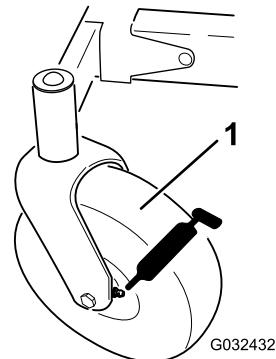
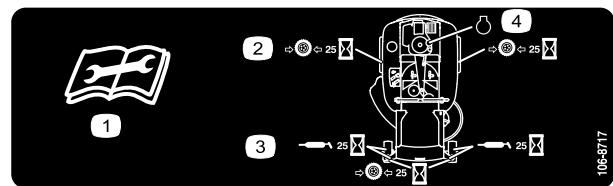

図 38
図 39
3. グリスニップルをウェスできれいに拭く図 38と図 39。
4. ニップルにグリスガンを接続する図 38と図 39。